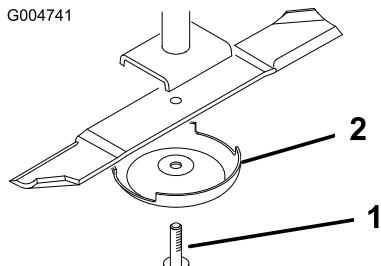

Figure 82
2. Tenez la lame à son extrémité avec un chiffon ou un gant épais. Enlevez le boulon, la coupelle de protection et la lame de l'axe de pivot (Figure 82).